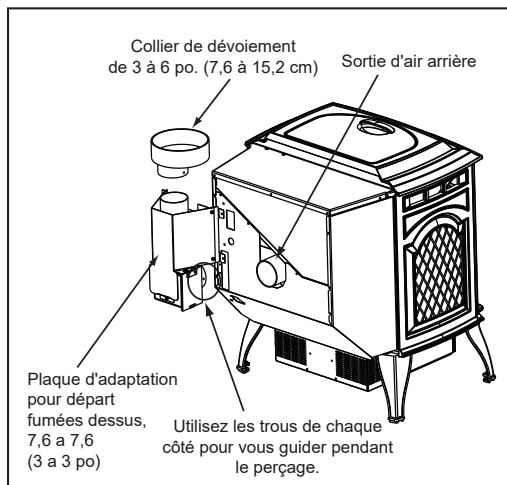

Figure 21.1
1. Enduisez la sortie d'air de 76 mm (3 po) d'une couche de silicone haute température. **Ne pas mettre de silicone à l'intérieur du tuyau. Figure 21.1**
2. Glissez l'adaptateur supérieur de ventilation sur la sortie d'air et placez l'assemblage en position verticale. **Figure 21.1.**
3. Percez 4 trous au moyen de la mèche no. 26 (fournie) dans la face arrière de l'appareil en utilisant l'écran extérieur comme gabarit (assurez-vous que l'assemblage soit en position verticale). **Figure 21.1.**